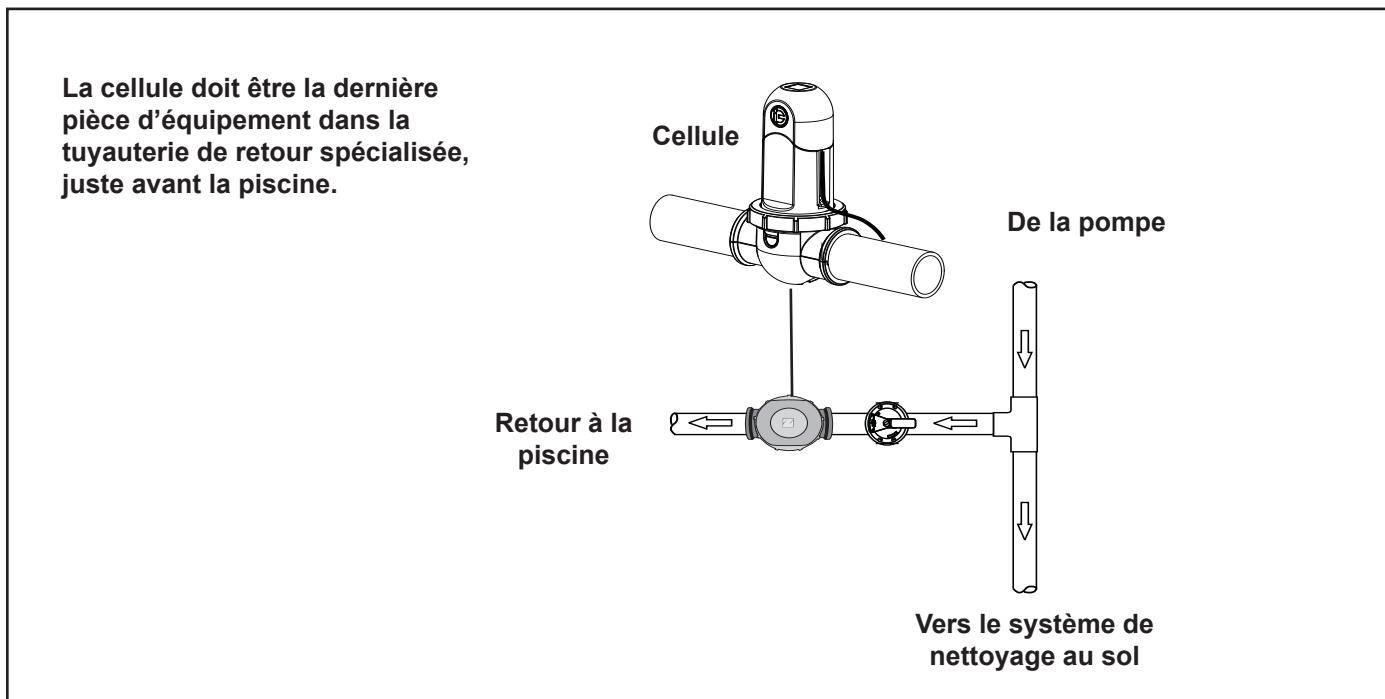

Figure 23. Nouvelle tuyauterie pour les systèmes au sol de la piscine
**REMARQUE** Ne pas installer le chlorateur sur les systèmes au sol qui n'ont pas de retour spécialisé pour la piscine, tel qu'il est indiqué à la Figure 23.